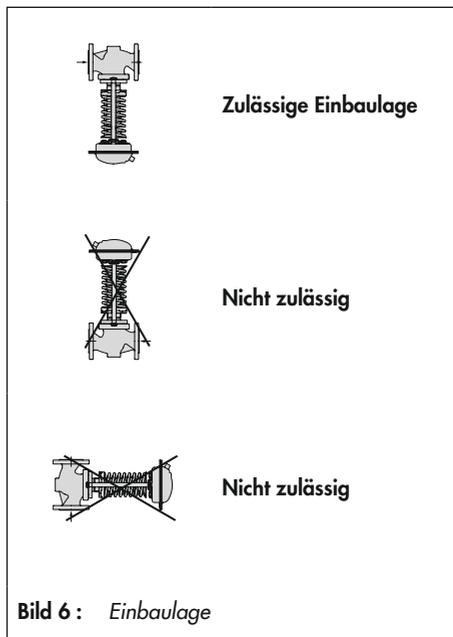

Bild 6: Einbaulage
- Antriebsgehäuse mit Sollwertfeder nach unten in waagrecht verlaufende Rohrleitungen einbauen, vgl. Bild 6.